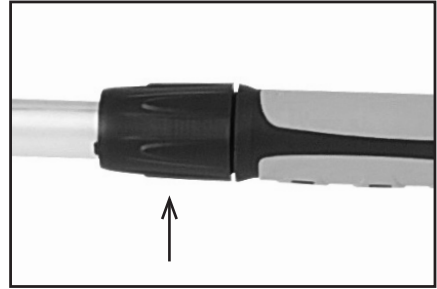

Fig. 9
- Desserrez le collier de verrouillage du tube télescopique. (Fig. 9)